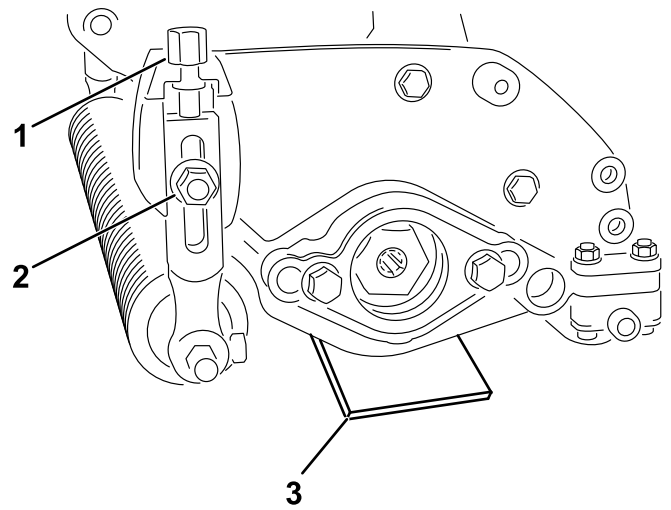

Figura 8
3. Con los rodillos en contacto con la superficie nivelada, afloje ambas tuercas con arandela prensada (Figura 8).
4. Gire los pernos de ajuste de altura de corte hasta que ambos extremos de la escarificadora estén cerca de la superficie nivelada (Figura 8).
2. Coloque una barra de ajuste que sea del mismo grosor que la altura deseada de las cuchillas sobre el suelo, bajo cada extremo de la unidad escarificadora (Figura 8).